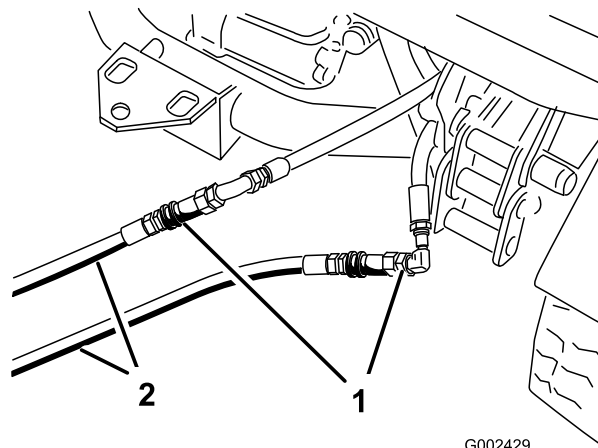

Figure 80
3. Sur le véhicule en panne, raccordez les deux flexibles de secours aux flexibles débranchés (Figure 80). Obturez les deux raccords inutilisés.